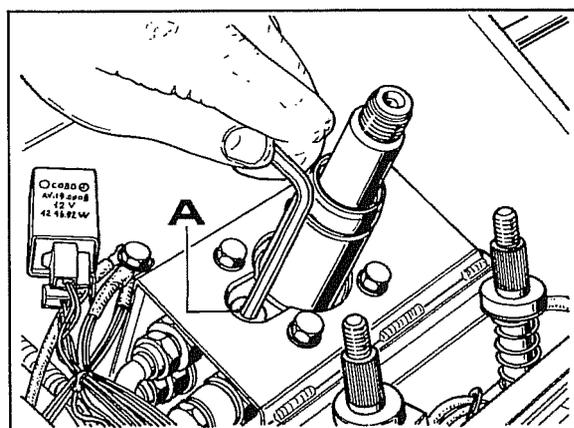
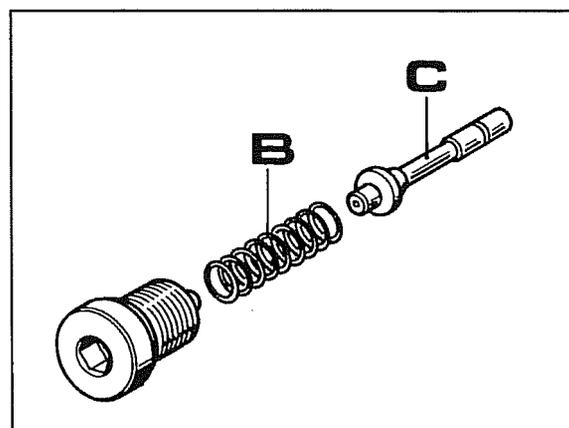

Fig. 58
Fig. 59
- c. Dévisser le bouchon **A** fig.58 faisant partie de la soupape de sûreté, puis extraire le ressort **B** et l'axe **C** (fig.59).
La fig.59 montre les composants de la soupape de sûreté qui doivent être soigneusement lavés, soufflés et huilés avec la même huile, avant d'être remontés.